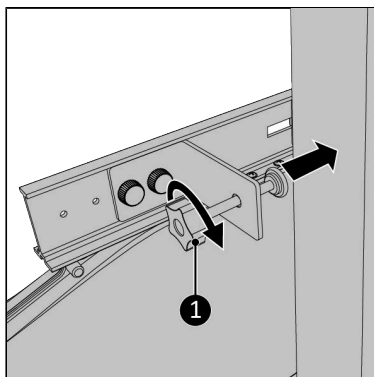

Figura 83.
15. Înșurubați cu grijă șurubul de fixare pe partea fixă a ramei ferestrei (Figura 83, nt. 1).